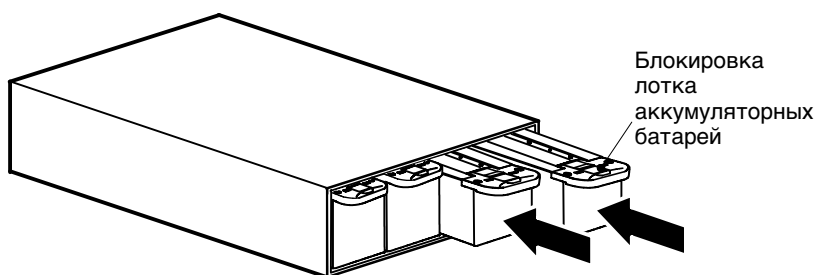

Рисунок 12. Установка лотков с батареями
3. Задвиньте лотки аккумуляторных батарей в корпус (см. рис. 12). Задвигайте каждый лоток до тех пор, пока он не будет зафиксирован в нужном положении.